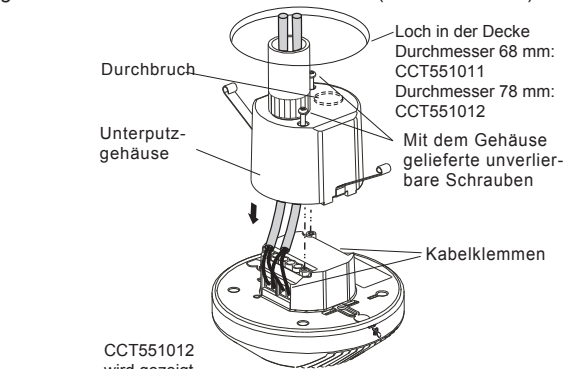

ABB. 11
- 3.3.2.2 Wenn der Benutzer mit zwei Rohren arbeiten möchte, den Durchbruch des Unterputzdeckels mit dem Schraubendreher öffnen. Anschließend die Rohre befestigen und das Stromkabel durchführen (siehe ABB. 11).